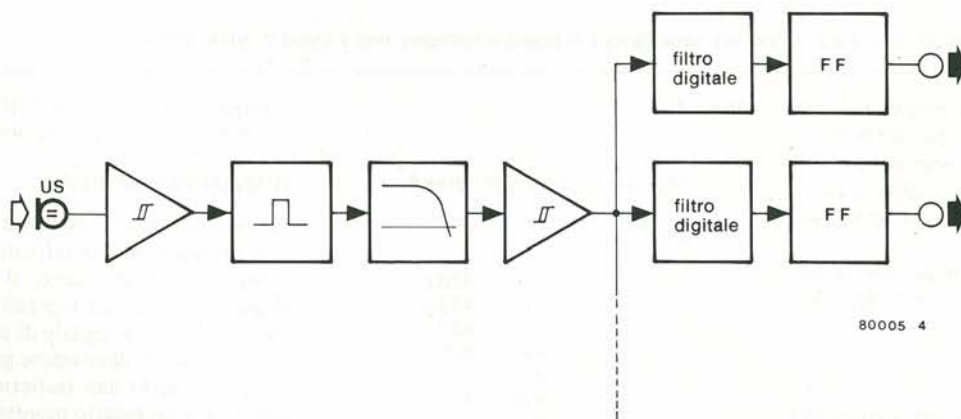

Figura 4. Schema a blocchi del ricevitore.
Materiali di questo tipo sono stati prodotti a Hull e sono stati posti in produzione commerciale. Incorporandoli entro materiali del tipo (b) e (c) di figura 4 si producono dei colesterici con un campo di valori dell'elica passo che dipende dalla concentrazione. Tali composti sono aggiunti in quantità piccolissime ai cristalli liquidi nematocoidali usati nei dispositivi con sistemazione a quarto d'elica per assicurare che, quando l'elemento non è alimentato, il quarto d'elica si riformi sempre nel medesimo senso, in modo da evitare pezzature dovute ad aree con torsione inversa. In maggior concentrazione essi sono aggiunti ai nematocoidali per formare delle fasi colesteriche a passo molto elevato da impiegare in altri dispositivi che non necessitano di polarizzazione. In questi dispositivi la torsione di un colesterico che abbia una anisotropia dielettrica positiva può essere sgomitolato elettricamente per formare una fase nematocoidale che tornerà a riavvolgersi in fase colesterica all'interruzione della forza elettromotrice. Si forma un contrasto ottico tra le fasi alimentate e quelle non alimentate che si può rendere più pronunciato facendo sciogliere nei cristalli liquidi dei coloranti dicroici, cosa che rende possibile produrre dei contrasti di colore negativi in questi display a cambiamento di fase colesterica-nematocoidale. I numeri appariranno in bianco su uno sfondo colorato.
Figura 4. Il filtro a risonanza realizzato per la banda dei due metri, può essere impiegato anche per segnali provenienti dalla banda dei 70 centimetri, con risultati di poco inferiori.
La figura 4 mostra l'effetto a 432 MHz (banda dei 70 centimetri).
Lo schema a blocchi del ricevitore appare nella figura 4. La prima sezione - trigger, flip-flop del tipo "one shoot", filtro passabasso e secondo trigger, amplifica i segnali raccolti dal trasduttore ultrasonico (US) e ricava il segnale a bassa frequenza di mo-
Il flip-flop detto, funziona in pratica come multivibratore monostabile, con un periodo di tempo che è più lungo del ritardo tra gli impulsi consecutivi. Il risultato è che l'uscita di questo flip-flop rimane "bassa" sino a che N2 sta passando gli impulsi. Il segnale è impiegato per dare il clock al secondo flip-flop, FF2, che corrisponde al blocco indicato come "FF" nella figura 4. Il circuito completo, di conseguenza, funziona come una specie di "flip-flop selettivo": il tutto non è azionato da un impulso singolo; al contrario risponde ad un segnale quadro all'ingresso che abbia la frequenza giusta.